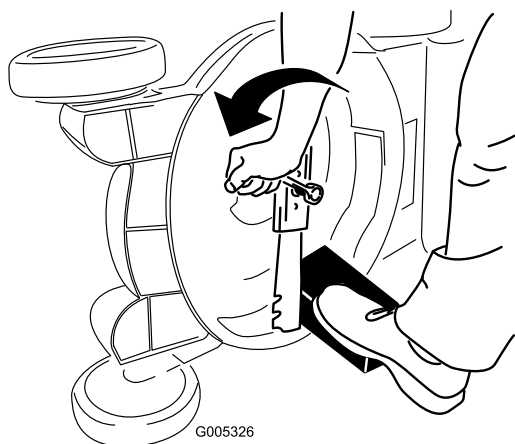

Figure 46
3. Immobilisez la lame avec un morceau de bois (Figure 46).
4. Déposez la lame mais ne jetez pas les fixations (Figure 46).